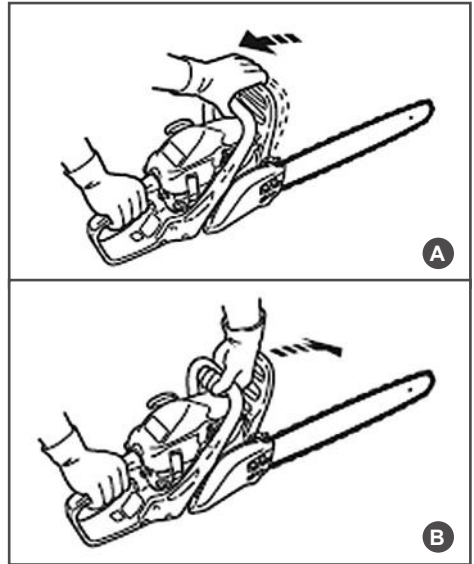

Рис. 6 Проверка механического тормоза цепи
Тормоз цепи выключен (цепь может вращаться), когда ручка тормоза взведена (Рис. 6А).
Тормоз цепи включен (цепь не имеет возможности вращаться), когда ручка тормоза находится в отжатом положении (Рис. 6В).
3. Используя тормоз цепи, переместить левое запястье от себя и нажать им на ручку тормоза, не отпуская рукой переднюю рукоятку пилы (Рис. 6В).
6. Зведите ручку тормоза (Рис. 6А).